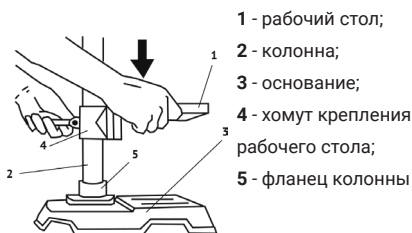

рис.2
- установить основание станка (рис.2 поз.3) на ровную горизонтальную поверхность (верстак, рабочий стол);
- совместить отверстия фланца колонны (рис.2 поз.5) с соответствующими отверстиями основания и скрепить болтами.
Рабочий стол поставляется в сборе с хомутом (рис.2 поз.4) и болтом затяжным (рис.3 поз.1), фиксирующим рабочий стол на колонне. Надвинуть хомут со столом на колонну и зафиксировать затяжным болтом на нужной высоте. При необходимости сверления высоких заготовок, рабочий стол можно развернуть (ослабив затяжной болт) и использовать основание (рис.2 поз.3) в качестве рабочего стола.